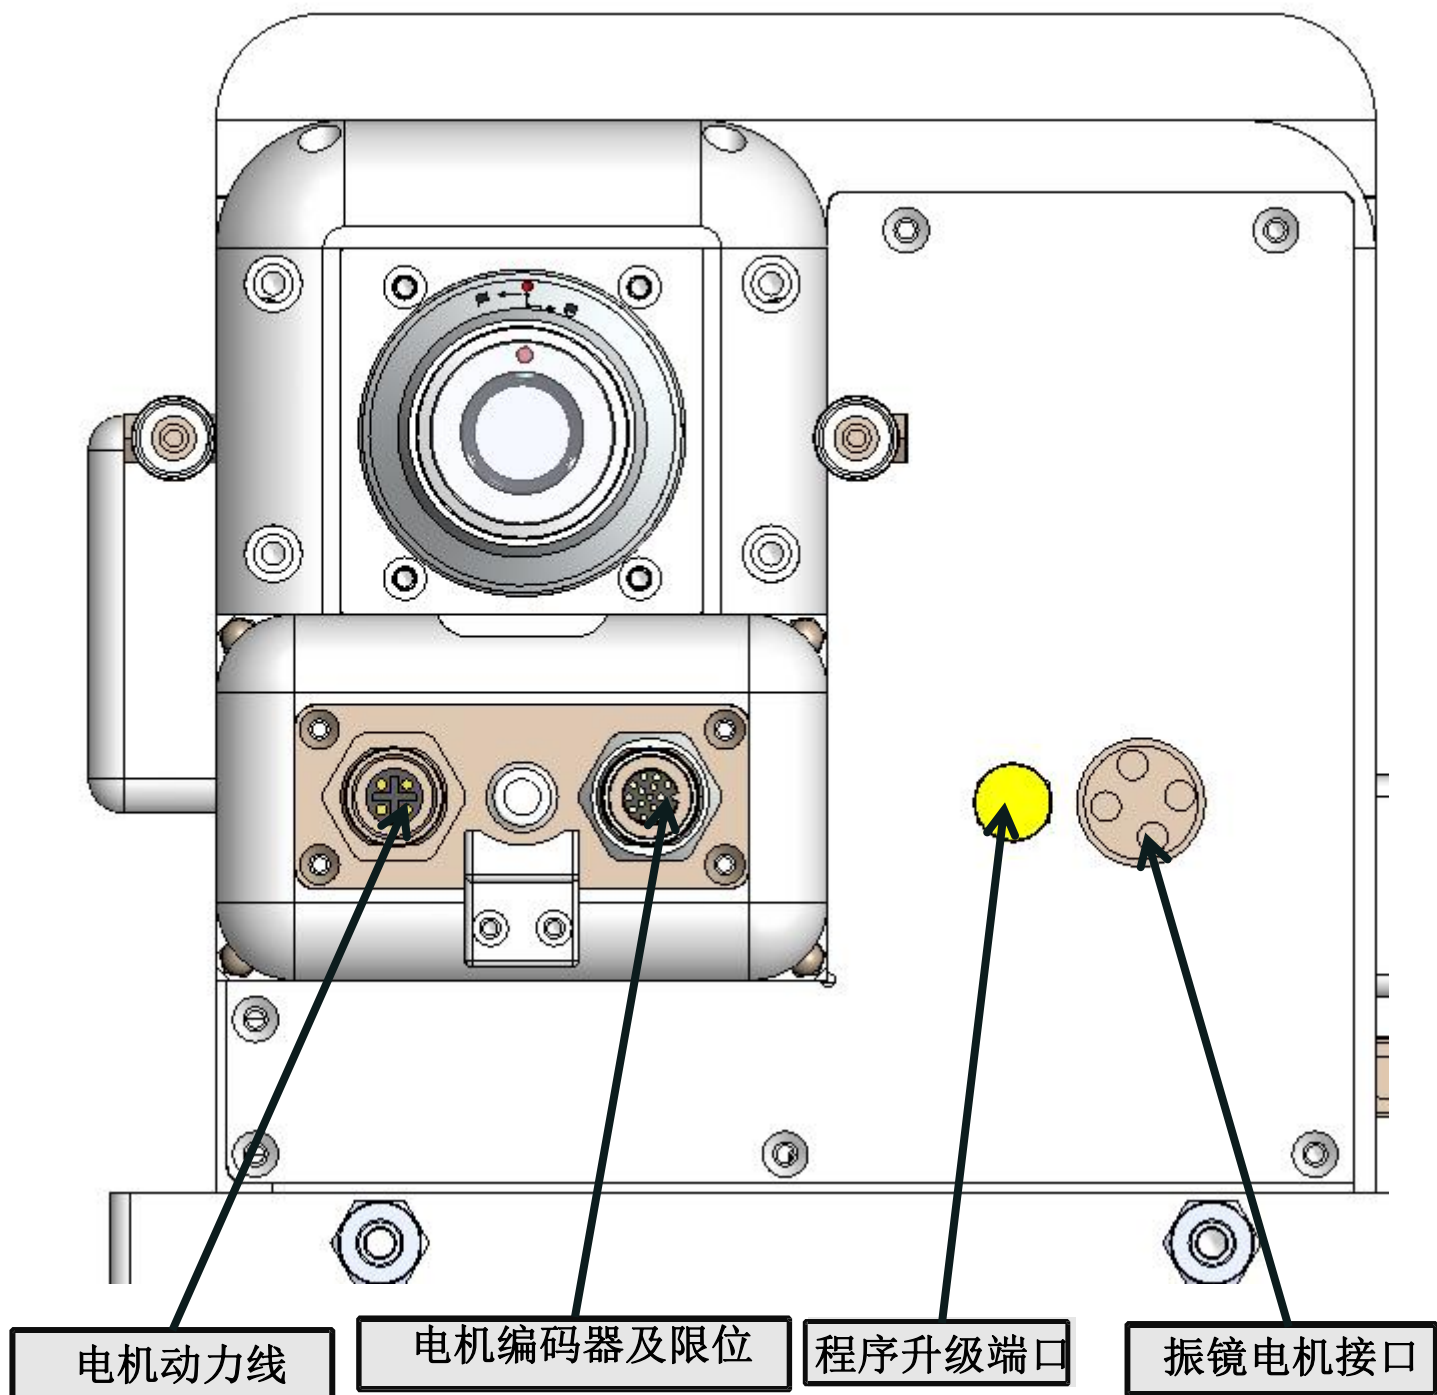

图1.6
① 插拔航空插头时断电操作，否则可能烧坏电机，在接动力线与信号线的时候需要注意缺口位置，避免插坏针脚，如下图1.6所示：